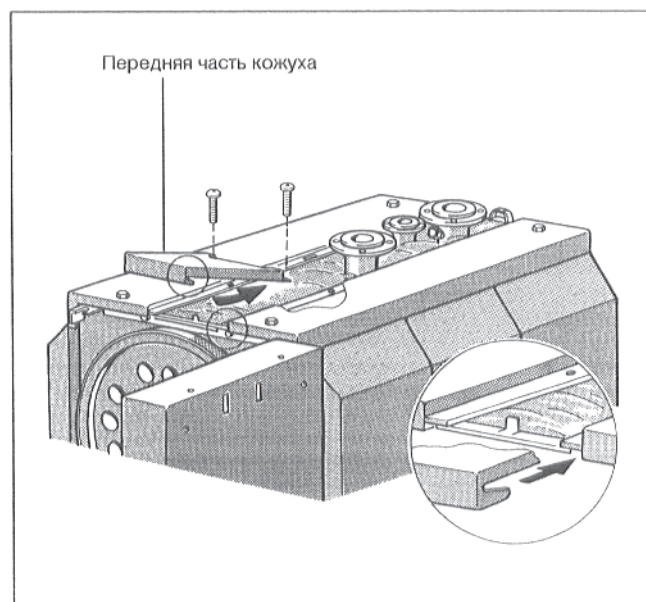

Рис. 17
- Подать переднюю часть кожуха по направлению назад, чтобы оба шлица справа и слева спереди зафиксировались в отбортовке траверсы, а также в правой и левой части кожуха (Рис. 17).
- Привинтить переднюю часть кожуха 2 винтами (Рис. 17).